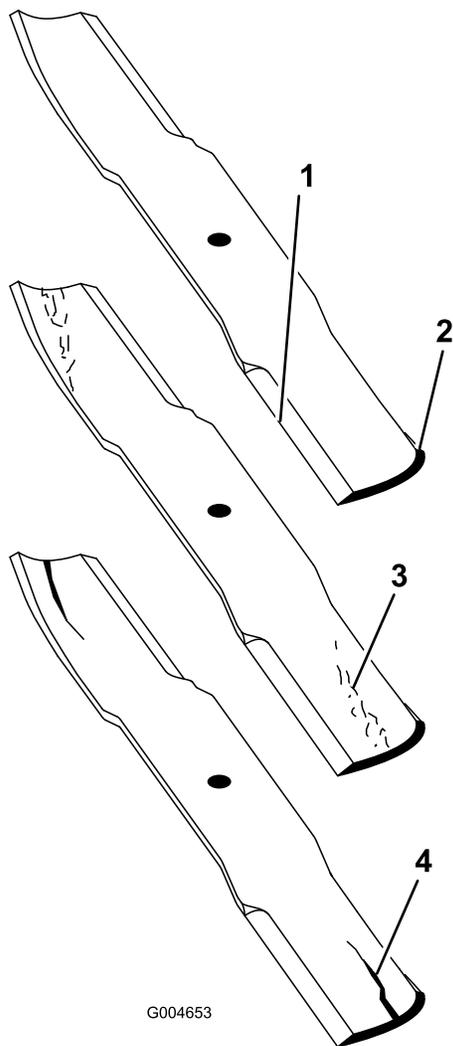

Figura 130
2. Verificate accuratamente i taglienti, con particolare attenzione ai punti d'incontro delle sezioni piatta e curva della lama (Figura 130).
Nota: Sabbia e materiali abrasivi possono consumare il metallo che connette le sezioni piatta e curva della lama, per cui si consiglia di controllare la lama prima di usare il tosaerba. Se riscontrate segni di usura (Figura 130), sostituite la lama.